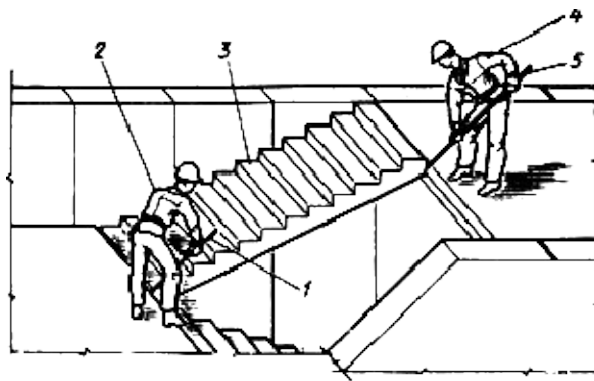

Рис.9. Схема выверки лестничного марша
8. При наличии больших отклонений рабочий, выполняющий монтажные работы, старший в звене и рабочий, выполняющий монтажные работы монтажными ломami 5 исправляют положение марша и проводят проверку повторно (рис.9).